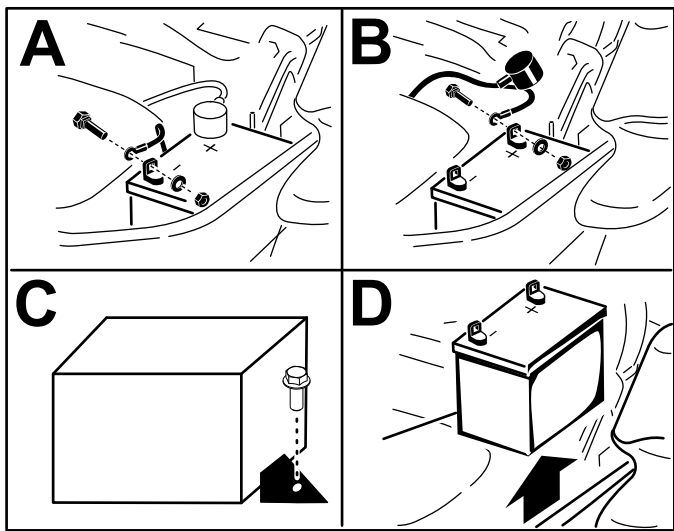

Bild 75
5. Nehmen Sie die Batterie heraus, wie in Bild 75 abgebildet.